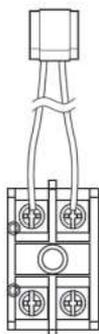
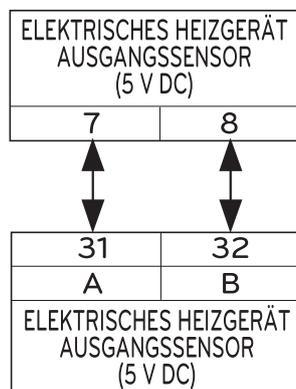

Fig.1
Fig.2
Schritt 3. Verbinden Sie das bauseitige Kabel mit dem Sensor wie in Abb. 1 gezeigt.
[Abb. 1]
[Abb. 2]
- ① Klemmenblocksatz der Ersatzheizung finden (Abb. 1).
- ② Montieren Sie den Klemmblocksatz mit dem Schraubgerät.
- ③ Stecken Sie es in den 'E/Heater Out' (weißer Stecker) des CN_TH3 in die Hauptplatine (Einheit), wie in Abb.2 dargestellt.